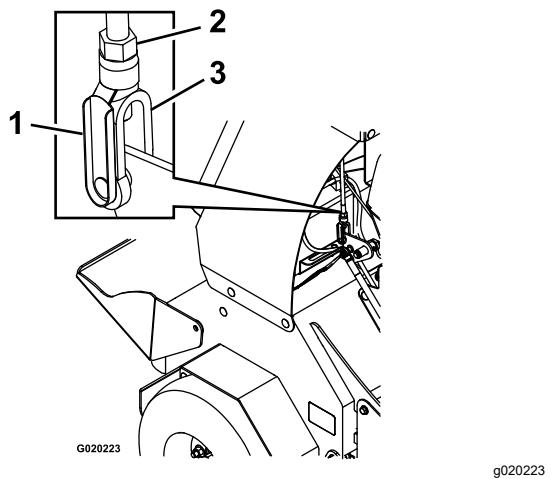

Figure 51
- B. Retirez l'axe élastique de la chape sur la timonerie de commande de déplacement (Figure 51).
- Si le levier de commande **touche la barre de référence**, tournez la chape (Figure 51) dans le sens horaire (vu du haut de la machine).
- Si le levier de commande **ne touche pas la barre de référence**, tournez la chape (Figure 51) dans le sens antihoraire.
- Reposez l'axe de chape élastique (Figure 51) et avancer le levier de commande.
- Retirez l'axe de chape élastique, tournez le tendeur dans le sens horaire d'un tour supplémentaire, puis remettez l'axe de chape en place (Figure 51).